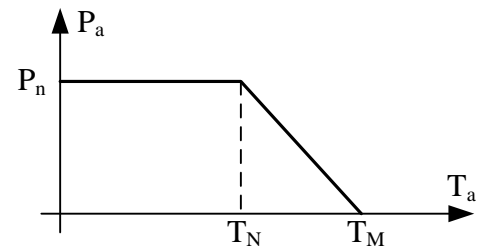

Fig. 1.7. Dependența puterii disipate admisibile de temperatura ambiantă
4) Temperatura nominală, $T_N[^\circ\text{C}]$, este temperatura ambiantă maximă până la care rezistorul poate fi utilizat la puterea nominală, fig. 1.7.
9) Puterea disipată admisibilă, $P_a[\text{W}]$, este puterea maximă pe care o poate disipa un rezistor la temperatura ambiantă T_a , unde $T_a \in [T_m, T_M]$. Acest parametru depinde de temperatura ambiantă, ca în fig. 1.7.